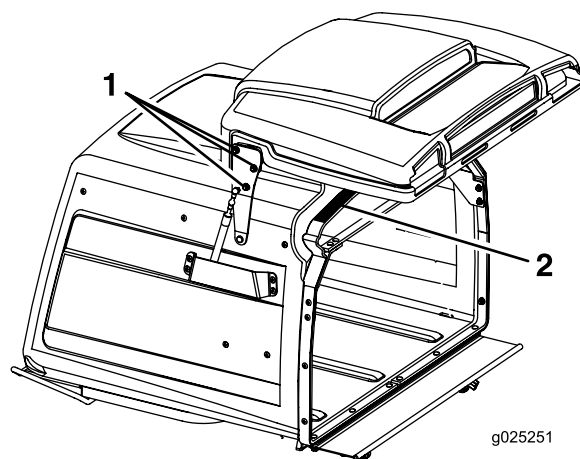

**Figura 59**
3. Localice el muelle del freno y desenrosque las 2 contratuercas hasta el extremo de la varilla del muelle del freno (Figura 59).